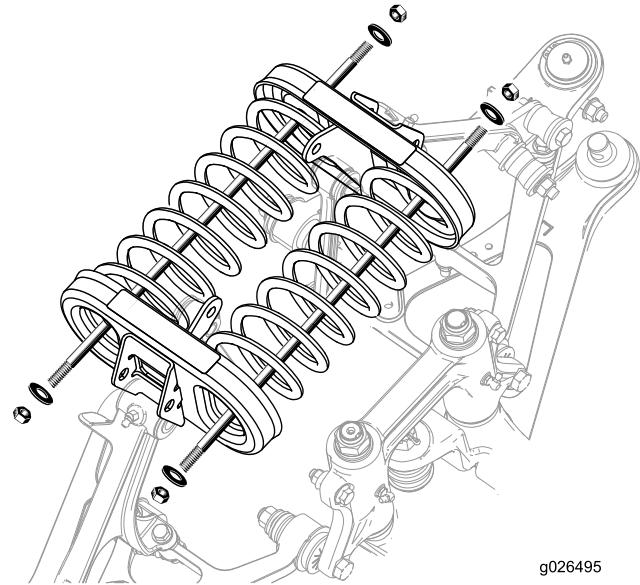

Figure 19
- Montez les écrous et les rondelles à chaque bout de la tige (Figure 19).